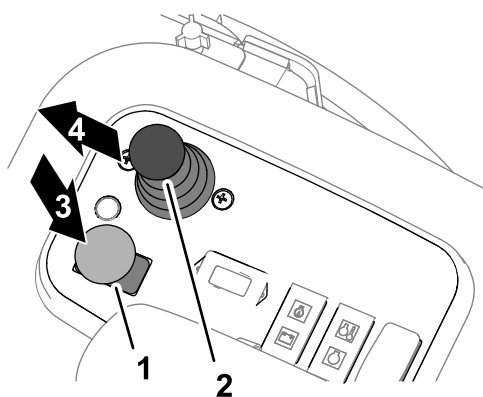

Figura 35
3. Ponga el interruptor de la transmisión de las unidades de corte en DESENGRANADO (Figura 35).
5. Utilice la palanca bajar/segarr/elevar para bajar las unidades de corte (Figura 35).